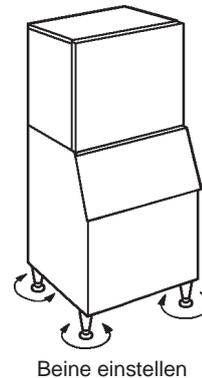

Abb. 5
- 6) Die vier Beine (einstellbar von 0 - 25,4 mm) so einstellen, dass der Eisbereiter völlig horizontal steht. Eine Wasserwaage benutzen. Siehe Abb. 5.